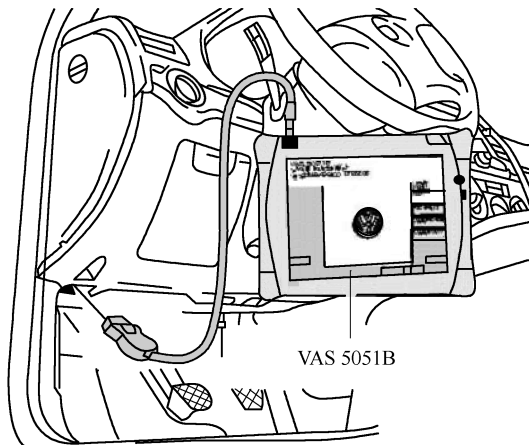

图 2-7-9 连接检测仪
2) 将诊断导线 VAS5051B/1 插入诊断接口，如图 2-7-9 所示。